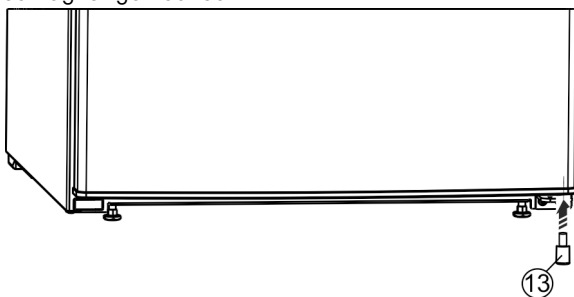

Fig. 26 *
- ▶ Das Distanzteil Fig. 26 (13) wieder rechts unten in die Tür einsetzen, weil es wichtig für die Standfestigkeit des Geräts ist.*